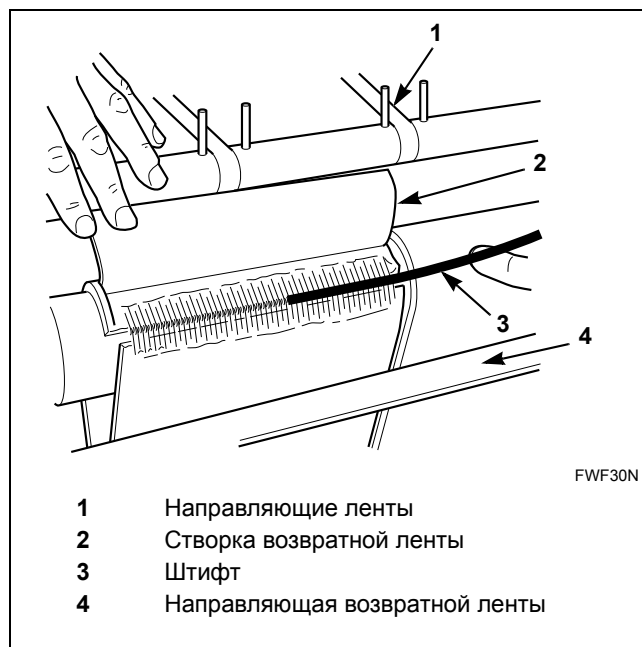

Рис. 31
7. Извлеките штифт из зубьев возвратной ленты. См. Рис. 31.